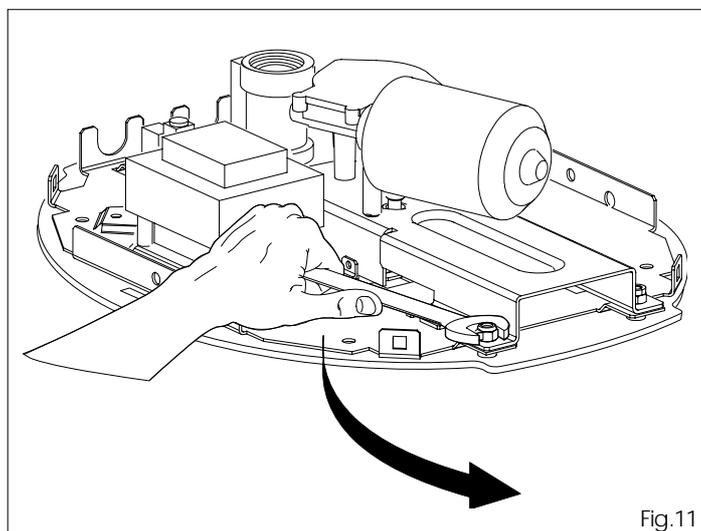

Fig.11
5.5 Quiten el cárter, destornillen la lámpara y, por medio de la específica llave, quiten las tuercas que sujetan el grupo motor al operador (fig.11).